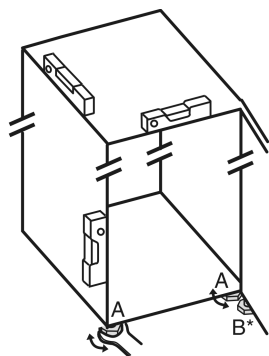

Fig. 6
- Dévisser les pieds réglables Fig. 6 (A) avec la clé plate fournie et utiliser un niveau à bulle pour vérifier que l'appareil est bien plan.
- Dévisser le pied réglable Fig. 6 (B) du support de palier avec la clé plate fournie jusqu'à ce qu'il touche le sol.
- Tourner le pied réglable Fig. 6 (B) de 90° supplémentaires.